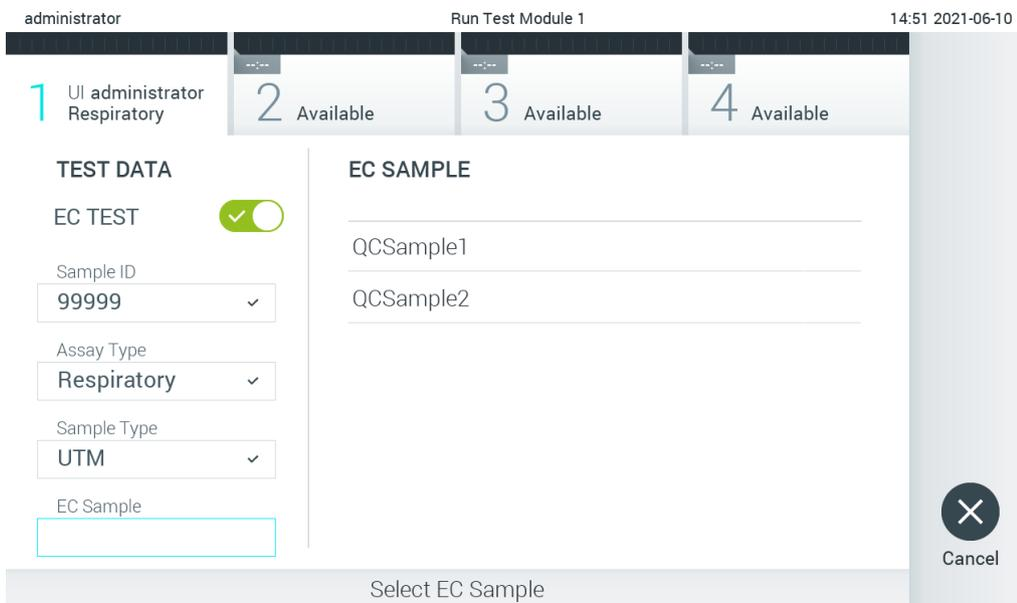

Figura 92. Selección de muestra de EC.
6. Seleccione la muestra de EC adecuada de la lista. Solo se muestran las muestras de EC del tipo de ensayo seleccionado (figura 92).